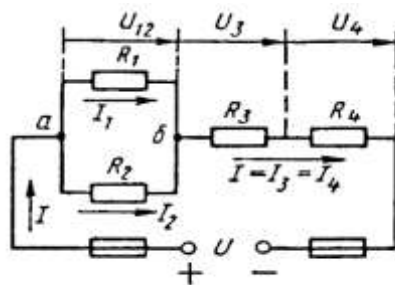

Рис. 1
Условие задачи. Цепь постоянного тока со смешанным соединением состоит из четырех резисторов. Заданы схема цепи (рис. 1), значения сопротивлений резисторов:
2) обозначим токи I_1, I_2, I_3, I_4 на (рис. 1) стрелками и определим их значения из формулы мощности:
Формулировка закона: алгебраическая сумма токов в узловой точке равна нулю. Математическая запись для узла б схемы цепи рисунок 1:
алгебраическая сумма ЭДС $\sum E$ равна алгебраической сумме падений напряжений $\sum I \cdot R$ на отдельных сопротивлениях этого контура. В замкнутом контуре (рис. 1) приложенное напряжение U (аналогично ЭДС при внутреннем сопротивлении источника тока, равном нулю) и падения напряжения $U_{12} = I \cdot R_1; U_3 = I \cdot R_3 \text{ и } U_4 = I \cdot R_4$ Обходя контур по направлению тока (в данном случае по часовой стрелке), составим уравнение по второму закону Кирхгофа: $U = U_{12} + U_3 + U_4$ Подсчет баланса мощности. Общая мощность цепи равна сумме мощностей на отдельных резисторах. Для схемы цепи (рис. 1) $P = P_1 + P_2 + P_3 + P_4$: так как $P = I^2 \cdot R$ или $P = U^2/R$, то $P = I^2 R_1 + I^2 R_2 + I^2 R_3 + I^2 R_4$ или $P = U_{12}^2/R_1 + U_{12}^2/R_2 + U_3^2/R_3 + U_4^2/R_4$. Если проверку решения проводить путем сравнения результатов решения другими способами, то в данном случае вместо определения тока из формулы $P = I^2 \cdot R_{\text{эк}}$ можно было найти напряжение. $U = \sqrt{P R_{\text{эк}}} \text{ из } P = U^2/R_{\text{эк}},$ а затем $I = U/R_{\text{эк}}$ по формуле закона Ома. Критерии оценки: точность расчетов; объем выполненных заданий, правильное оформление.